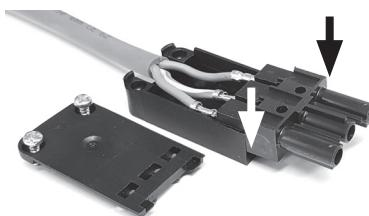

Abb. 11
2. Mittelteil fest in das Unterteil eindrücken, bis das Mitteilteil einrastet. Auf die korrekte Ausrichtung des Mittelteils achten! Siehe Abb. 11